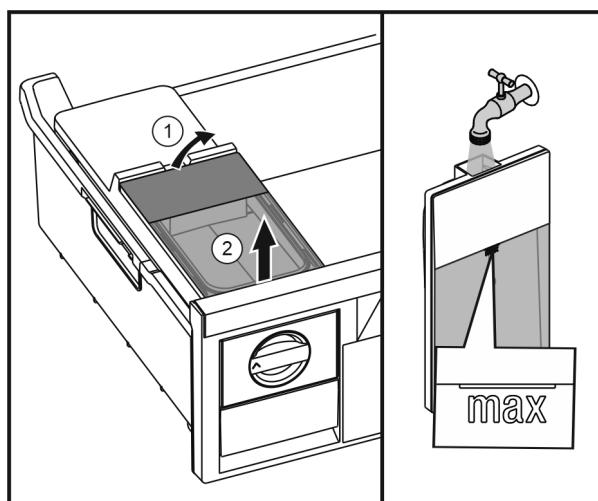

Fig. 32
- Nadvihnite nádržku na vodu zozadu Fig. 32 (1) a odoberte ju nahor Fig. 32 (2).